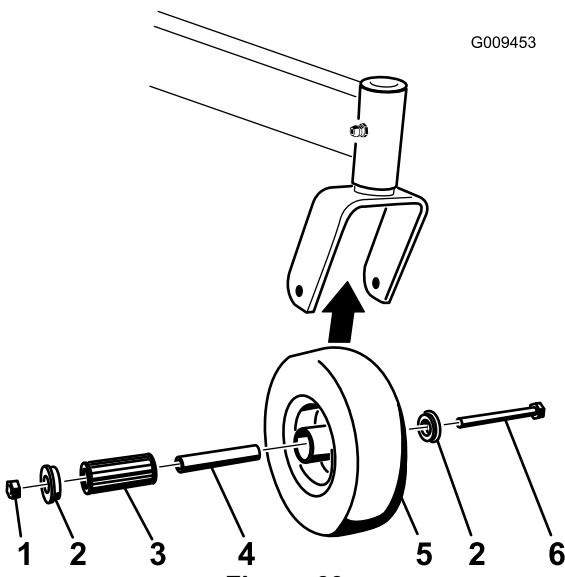

Figura 60
1. Retire la contratuerca y el perno que sujetan la rueda giratoria a la horquilla (Figura 60).
2. Retire un solo casquillo y tire del casquillo intermedio y del cojinete de rodillos para sacarlos del cubo de la rueda (Figura 60).
3. Retire el otro casquillo del cubo de la rueda y límpie la grasa y la suciedad del cubo de la rueda (Figura 60).
Nota: Cambie las piezas defectuosas o desgastadas (Figura 60).
5. Coloque un casquillo en el cubo de la rueda (Figura 60).
6. Engrase el cojinete de rodillos y el casquillo intermedio y deslícelos en el cubo de la rueda (Figura 60).
7. Coloque el segundo casquillo en el cubo de la rueda (Figura 60).
8. Instale la rueda giratoria en la horquilla y fíjela con el perno y la contratuerca (Figura 60).
9. Apriete la contratuerca hasta que el casquillo intermedio se apoye contra el interior de las horquillas de las ruedas giratorias (Figura 60).